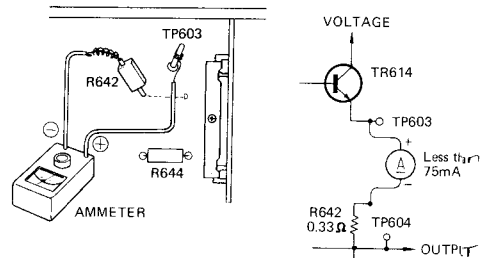

Fig. 3 (Abb. 3) Current check method (Stromstärke-Prüfmethode) Méthode de vérification de courant
2. Connect the ammeter as shown in Fig. 3 (Case of right channel).
2. Schließen Sie das Ammeter an, wie in Abb. 3 gezeigt.